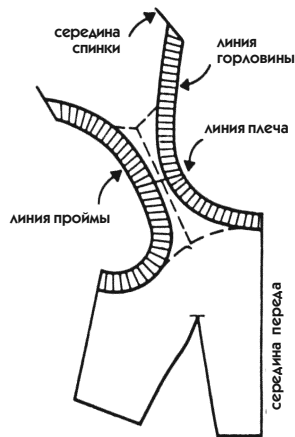

Рис. 170
- постройте декольте меньшей глубины, чтобы получить более широкую бретель (около 9 см; см. рис. 170).
2. Для построения обтачек проведите вдоль края декольте параллельную линию на расстоянии 3—4 см (в нашем примере оно равно 3,5 см; см. заштрихованную часть на рис. 170).
Если две обтачки на плече оказались весьма близко одна к другой, следует выстроить их так, чтобы между ними не образовалась впадина, заметная на лицевой стороне плеча. Такой пример дан на рис. 170 мелким пунктиром.
точно по середине бретели (см. мелкий пунктир на рис. 170) и отогнуть каждую часть на изнаночную сторону, чтобы затем соединить по краям.